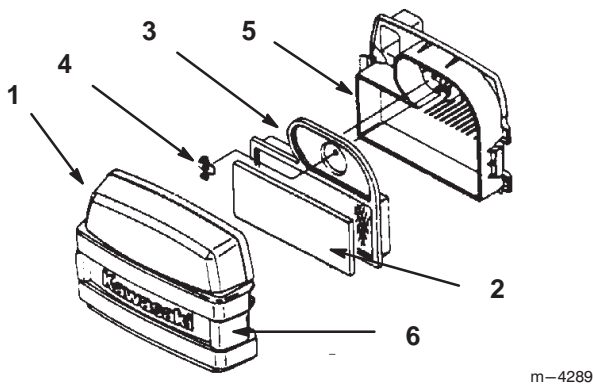

Figure 38
2. Nettoyez la surface autour du filtre à air pour éviter que des impuretés s'introduisent dans le moteur et l'endommagent. Dégagez les deux fixations latérales et déposez le couvercle du filtre à air (Fig. 38).
3. Sortez délicatement l'élément en mousse de l'élément en papier (Fig. 38).
4. Dévissez l'écrou à oreilles et retirez l'élément en papier (Fig. 38).
1. Glissez délicatement l'élément en mousse dans l'élément en papier (Fig. 38).
2. Installez l'ensemble filtre à air sur sa base et mettez l'écrou à oreilles (Fig. 38).
3. Reposez et verrouillez le couvercle du filtre à air (Fig. 38).